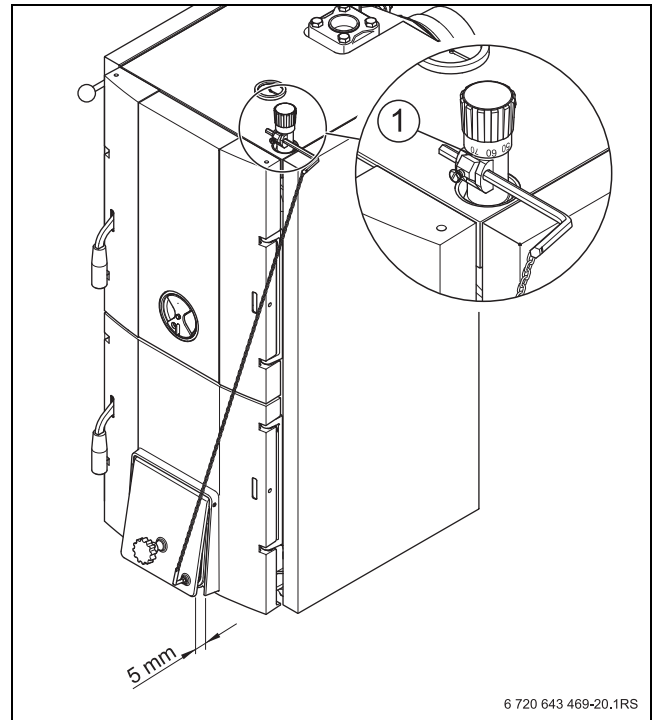

Рис. 4 Настройка регулятора горения
- ▶ Установите регулятор давления на красную метку (85 °С) (→ рис. 4).